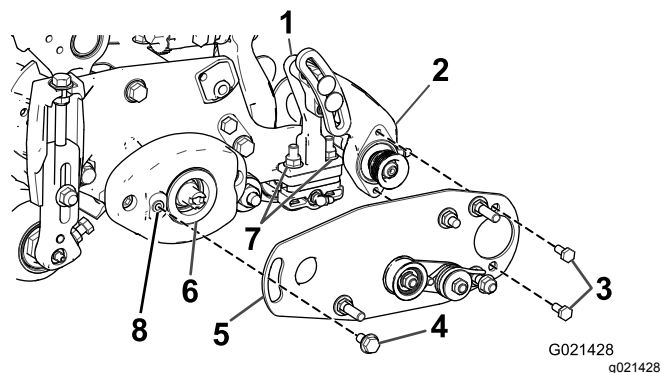
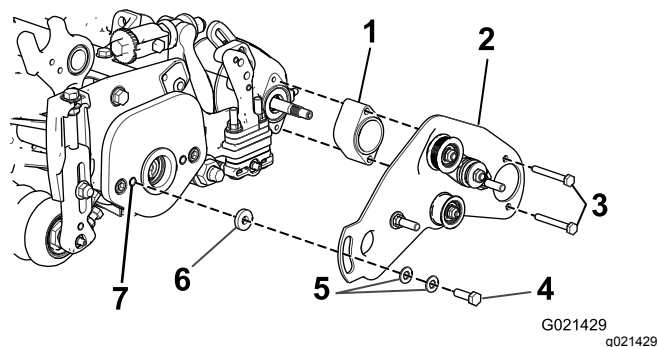

図 15
図 16
21. ベアリングハウジング内部のハトメの内径部分にグリスを塗る 図 15 と 図 16。
22. ローラブラシベアリングハウジングを取り付けブラケットに固定しているボルトをゆるめる外さないこと 図 15 と 図 16。
23. 22" カッティングユニットの場合のみ ブラシシャフト用スペーサを所定位置にスライドさせる 図 16。
24. 左または右ローラブラシ・ピボットプレートを取り付ける 図 15 と 図 16。
注 底部に、アイドラプーリ・アセンブリが 図 15 および 図 16 のように取り付けられていることを確認してください。
25. ボルト 5/16 x 5/8" 2 本に、242 ロクタイト青を塗り、この 2 本のボルトでブラシプレートとローラブラシベアリングハウジングに取り付ける 図 15 と 図 16。ボルトを 20-25 N・m 2.1-2.6 kg・m = 15-19 ft-lb にトルク締めする。
- ローラブラシ取り付けブラケットをカッティングユニットのサイドプレートに固定しているフランジロックナット 2 個をゆるめる 図 15 と 図 16。
- ローラブラシベアリングハウジングを回転させて、ブラシプレートがカッティングユニットのサイドプレートと平行になるようにする 図 15 と 図 16。
- ローラブラシ取り付けブラケットをカッティングユニットのサイドプレートに固定しているフランジロックナット 2 個を本締めする 図 15 と 図 16。
30. カッティングユニットにショルダボルトを入れる前に、5/16-18 タップを使ってねじ山をきれいに掃除する 図 15 と 図 16。
31. ショルダボルトに 242 ロクタイト青を塗る 図 15 と 図 16。
32. ショルダボルトを使って、ブラシプレートをローラブラシ・ハウジングに取り付ける。 図 15 と 図 16。